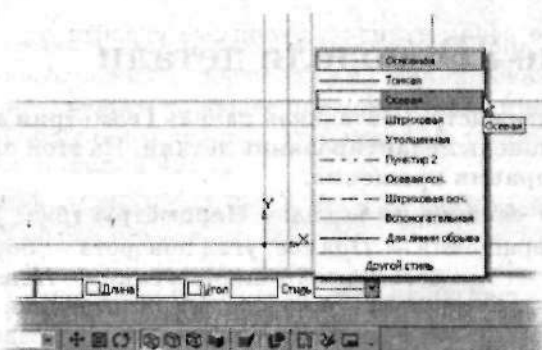

Рис. 2.38. Выберите на Панели свойств стиль линии Осевая
10. Заметьте, что мы не стали строить эскиз непосредственно от начала координат, и число 26 мм тоже было названо не случайно. Дело в том, что, как сказано ранее, деталь будет построена операцией вращения, и при этом желательно (но вовсе не обязательно!), чтобы одна из осей системы координат совпала с осью вращения, которую мы с вами сейчас построим. Для этого на панели Геометрия щелкните по кнопке (Отрезок). На Панели свойств из выпадающего меню Стиль выберите тип линии *Осевая* (рис. 2.38). Далее проведите отрезок от начала координат до крайней правой прямой.